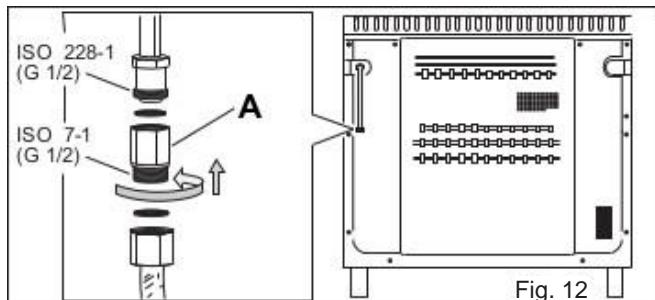

Fig. 12
- Le tuyau doit être raccordé à la rampe en interposant le raccord (**A**) en dotation (voir fig. 12).